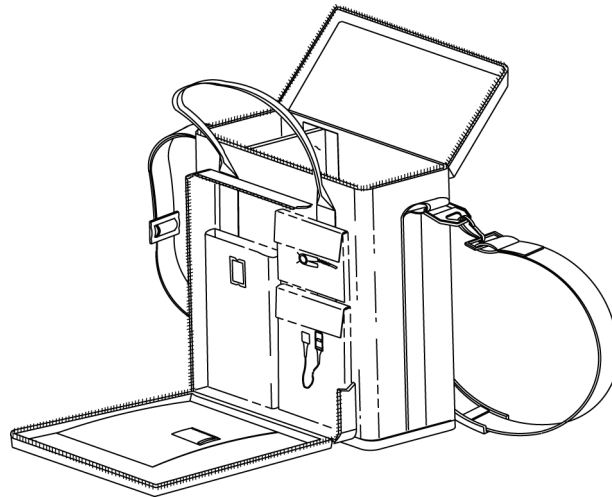

Figura 10: Custodia imbottita- per il trasporto
- Custodia imbottita per il trasporto. Si veda Figura 10 alla pagina 129.
Una custodia imbottita - per il trasporto opzionale dell'N-600x è acquistabile da Nellcor. Si veda la Figura 10. La custodia imbottita per il trasporto protegge l'N-600x durante il trasporto del monitor. La custodia di trasporto contiene due tasche per i sensori, cavi e manuale per l'operatore *OXIMAX*. È possibile ordinare la custodia di trasporto direttamente da Nellcor.